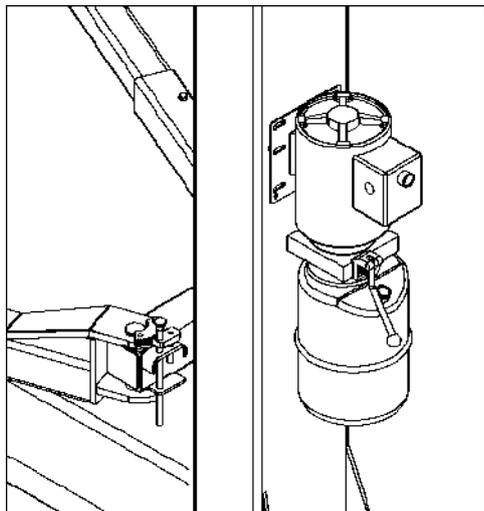

Рис. 32
- Установите насос на панель, как показано на Рис.32 и зафиксируйте его в нижней части главной колонны.